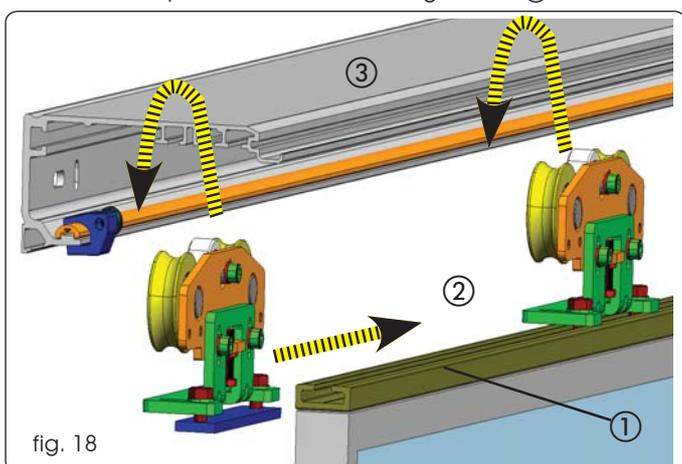

fig. 18
2. Positionner deux chariots sur chaque vantail en utilisant les plaques et les vis fournies ; ensuite, monter l'ensemble vantail et chariot sur le profil de guidage, d'après la fig. 18 ① ② ③.